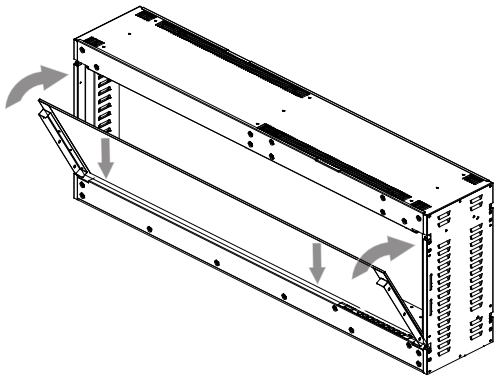

Fig. 1
- Demandez à deux personnes de lever le verre. Installez le verre avant en plaçant le côté inférieur dans l'appareil et pivotez pour que le verre touche le panneau latéral (**Fig. 1**).